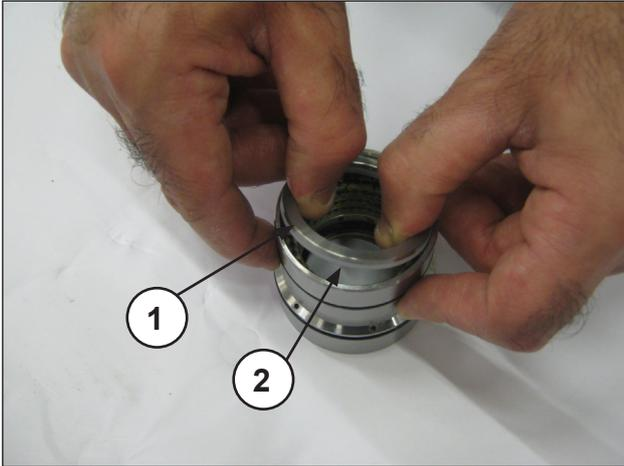
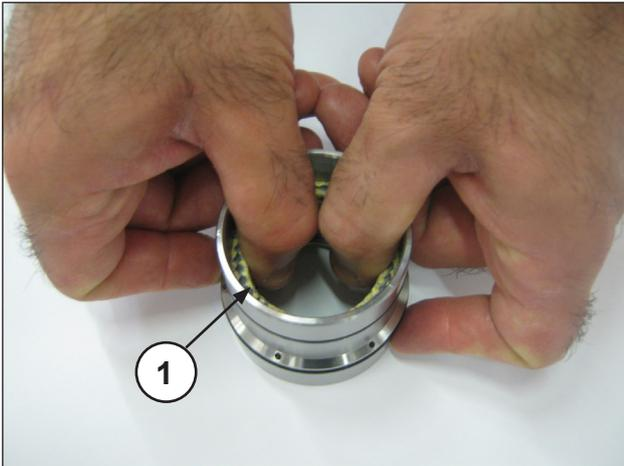

Abb. 31
Abb. 32
Trennen Sie den Dichtungshalter von der Buchse, entnehmen Sie den Federring und den Abstreifring (Pos. ①②, Abb. 31), um die Druckdichtungen freizulegen (Pos. ①, Abb. 32).